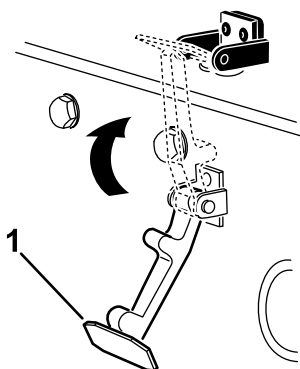

Figura 36
7. Enganche el cierre en el cerradero del capó (Figura 36).